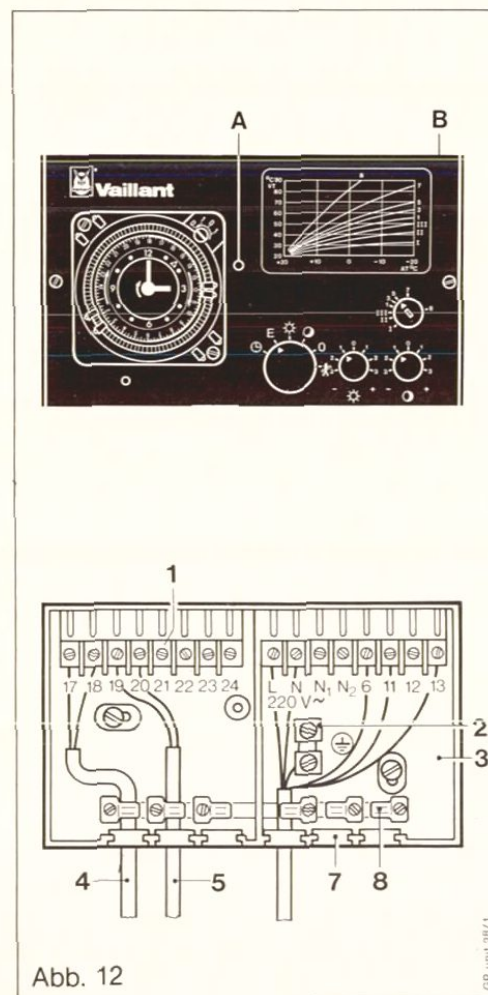

Abb. 12
Anschlußkabel (5) vom Außenfühler gemäß Verdrahtungsplan Abb. 10, Seite 16 bzw. Abb. 12 an den Klemmen 19 und 20 des Kompaktreglersockels anklemmen.